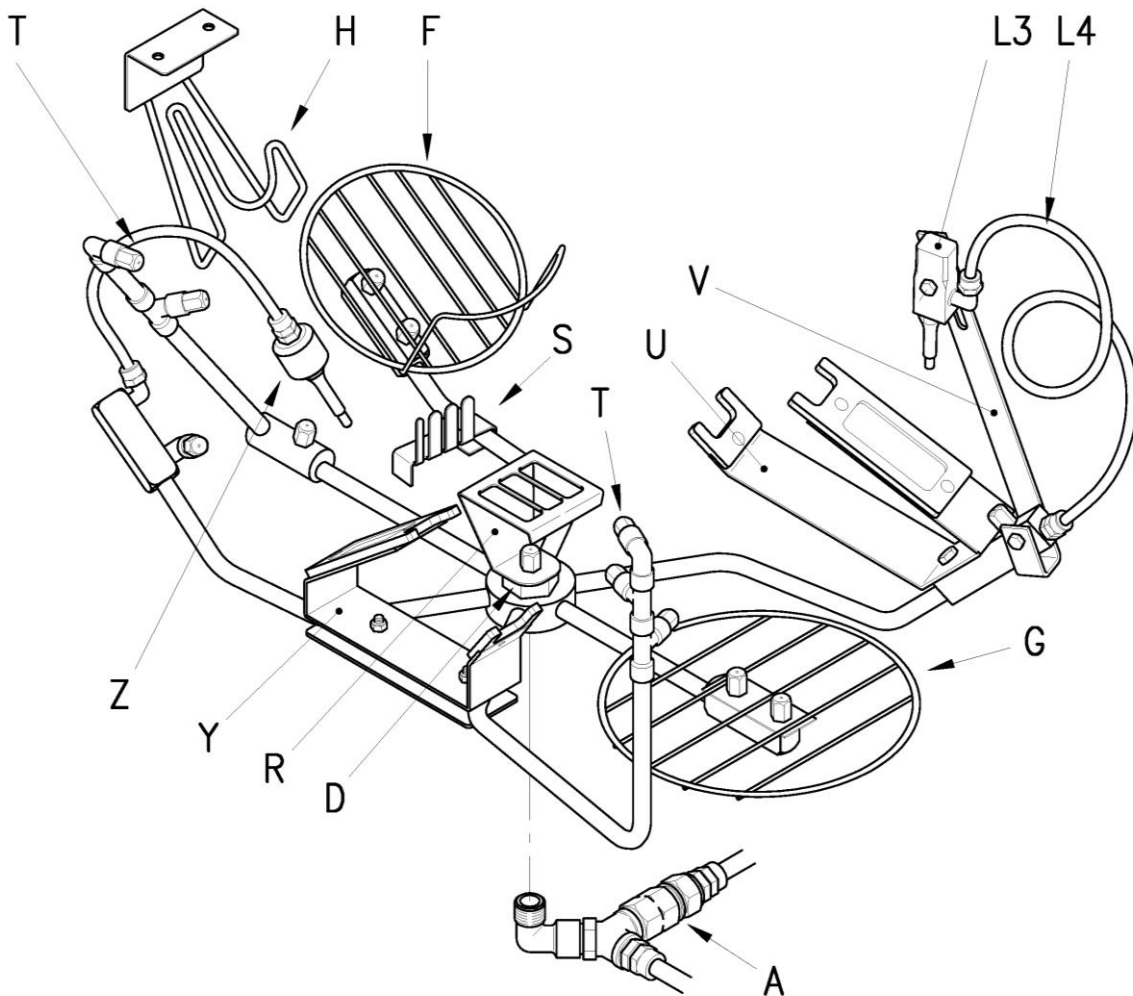

Abbildung 3
- Sollten die Teile im **Waschgerät** nicht richtig sauber werden, die Spritzdüsen in der Waschmaschine (siehe Abb. 3) kontrollieren und eventuell saubermachen.
- verschiedene Behälter, die auf die Halterung (G) gestülpt werden;
- verschiedene Rühr- und Dosierstäbe, die in die Halterung (S) gesteckt werden;
- Pistolenfilter, die an der Halterung (S) befestigt werden.
5.6 WASCHEN VERSCHIEDENER BEHÄLTER BIS 5 LITER (siehe Abb. 3)